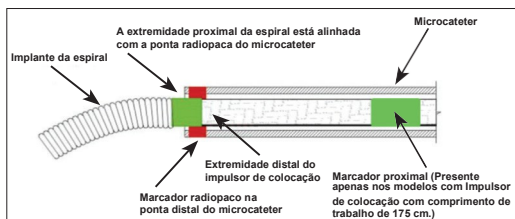

Figura 4 – Posição das fitas de marcação para separação
27. Avance a espiral até o local desejado, até que o marcador radiopaco do impulsor de colocação esteja alinhado ou ligeiramente distal do marcador radiopaco da ponta distal do cateter, posicionando a zona de separação imediatamente fora da ponta do cateter. Consulte a Figura 4.